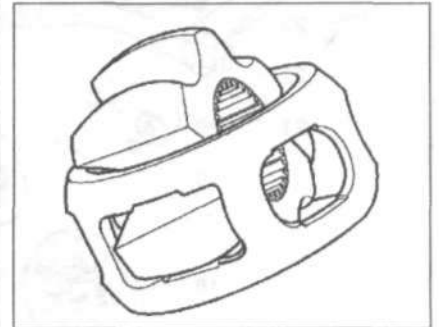

Рис. 9.42. Вставьте сегмент ступицы под углом в окно обоймы.
6. Вставьте сегмент ступицы под углом в окно обоймы (рис. 9.42).